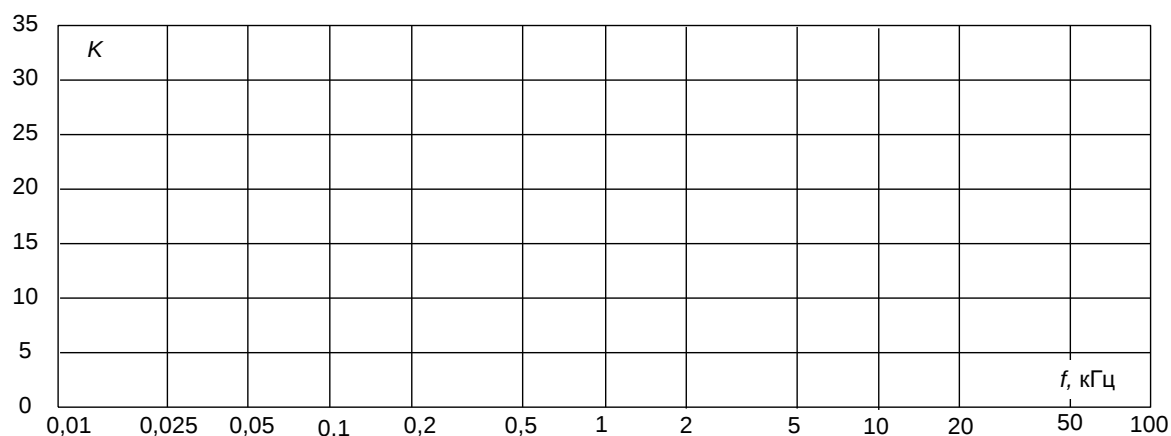

Рис. 7.5. График частотных характеристик усилителя.
- Вычислите коэффициенты усиления и на рис. 7.5 постройте графики частотных характеристик с обратной связью и без неё.